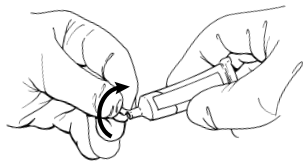

FIGURA 2
- 4a. Rompa la punta del tubo del gel (Figura 2).